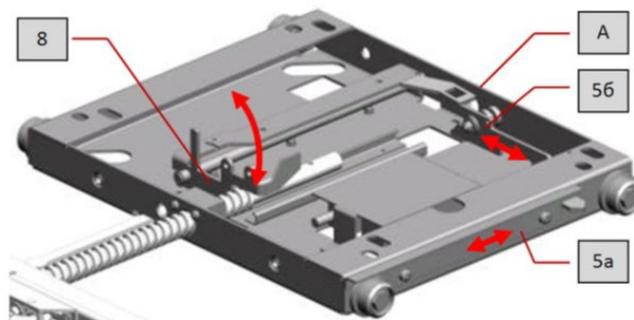

Рис. 7 Механические блокировки: обозначения согласно рис. 5
1.4.1.6.1 Конструкцию внешней механической блокировки в шкафу КРУ СВЭЛ -10 -смотри руководство по эксплуатации КРУ СВЭЛ-10 ОЭТ.466.271РЭ. Для остальных шкафов КРУ внешняя механическая блокировка расположена на правой боковой стенке основания 3 тележки аппаратной и предназначена для обеспечения двусторонней механической связи с заземлителем и другими коммутационными аппаратами ячейки (рис. 5). Нажимная планка блокировки заземлителя 5а управляет шторкой гнезда оперирования заземлителем, разрешая оперирование им только в контрольном (выкаченном) положении выключателя. С другой стороны, механизм заземлителя воздействует на планку блокировки винта привода тележки 5б, утапливая ее внутрь основания 3, при включенном заземлителе. Планка блокировки винта привода 5б, в свою очередь, через систему рычагов блокирует винт 1 привода тележки аппаратной (рис. 7).
1.4.1.6.2 Механическая блокировка включения выключателя 8 запрещает перемещение подвижной части А тележки аппаратной из фиксированного положения (рабочего или контрольного) при включенном выключателе, а также блокирует включение выключателя в промежуточном положении подвижной части А тележки аппаратной (рис. 7).